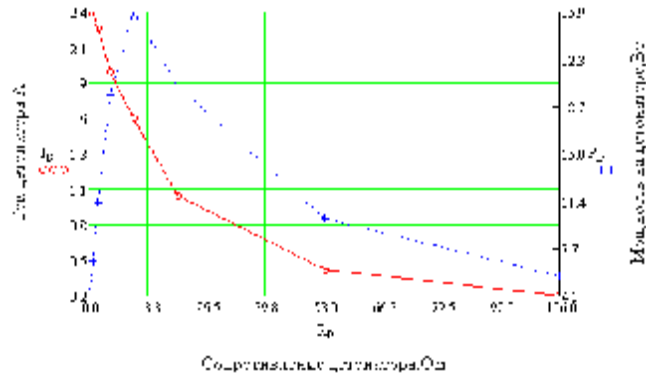

Рисунок 1. Зависимость тока на выходе ПУСК от сопротивления нагрузки (детонатора), подключенной к этому выходу.
- ток на выходе линии пуска, при сопротивлении нагрузки 1 Ом, не менее, А ( рис.1 стр.19 )	2,4